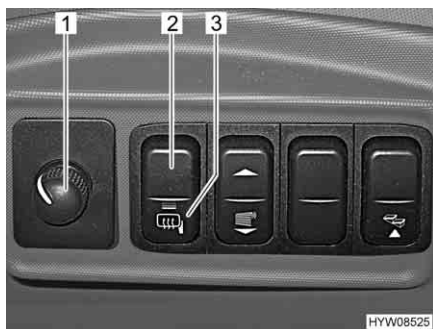

Fig. 27 Interruttori (specchietti esterni a regolazione elettrica)
Regolazione: ■ Selezionare lo specchietto da impostare. A tal fine premere l'interruttore girevole (Fig. 27,1) verso sinistra oppure verso destra.
■ Premendo l'interruttore (Fig. 27,1) regolare lo specchietto nella posizione corrispondente.
Accensione del riscaldamento: ■ Premere l'interruttore (Fig. 27,2). La spia rossa di controllo (Fig. 27,3) nell'interruttore indica il funzionamento.